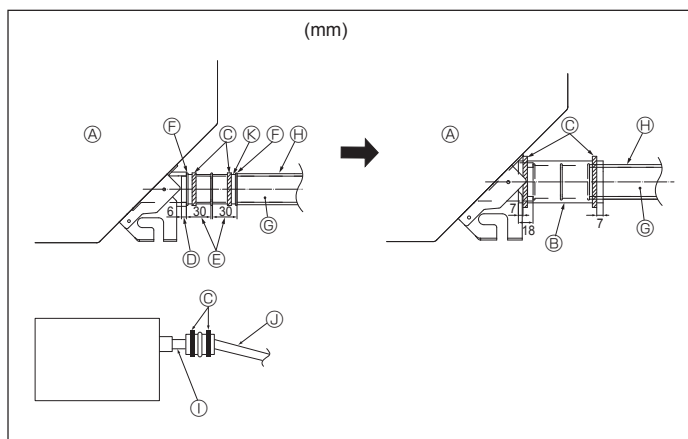

Fig. 5-2
1. Die Abfallmuffe (mit der Anlage geliefert) an den Dränageauslaß anschließen. (Fig. 5-2) (Das Rohr mit PVC-Kleber ankleben und dann mit einem Band sichern.)